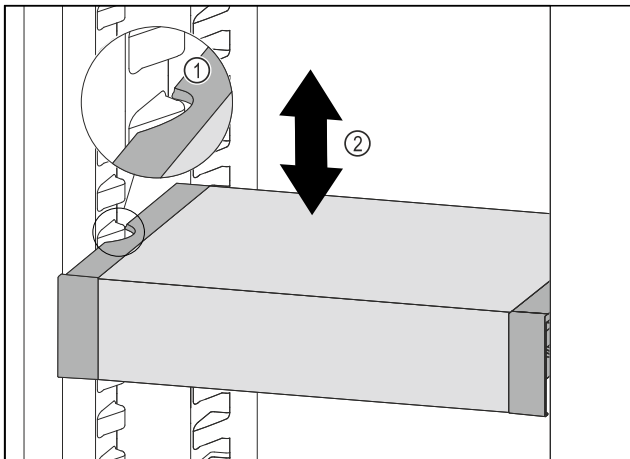

Fig. 88
- Tirare VarioSafe in avanti fino a quando le cavità laterali di VarioSafe non si trovano al livello della nervatura del contenitore nel vano frigorifero. Fig. 88 (1)
- Spostare VarioSafe verso l'alto o verso il basso nel vano frigorifero fino a raggiungere l'altezza desiderata. Fig. 88 (2)